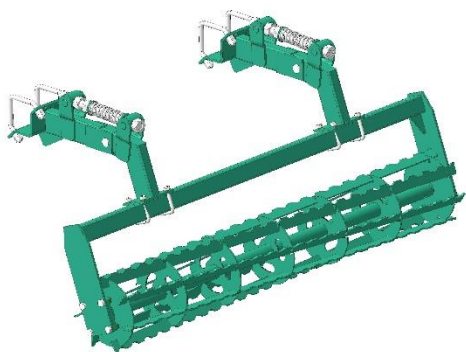

Рисунок 6
- приставка катковая однорядная (рис.6);